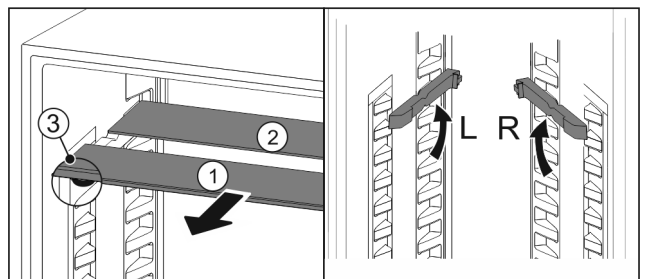

Fig. 34
- Sortir les tablettes par l'avant Fig. 34 (1).
- ▷ La tablette en verre Fig. 34 (1) avec bordure décorative est située à l'avant.
- ▷ Les butées Fig. 34 (3) sont orientées vers le bas.